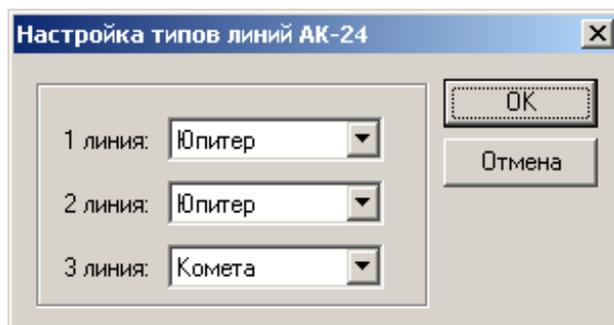

Рисунок 5.38. Настройка типов линий АК-24
Опция **Линия ответчиков** дает доступ к диалогу настройки типа линий, по которым производится подключение ИО к ББ (рисунок 5.38). Для каждой линии АК есть возможность задать её тип («Комета» или «Юпитер»), в соответствии с ним будет предоставляться возможность добавить ответчики соответствующего типа.
- **Тип** — ИО Юпитер или ИО Комета. Какой из этих типов будет доступен для выбора, определяется типом, установленным для **1 линии** ответчиков (рисунок 5.38).